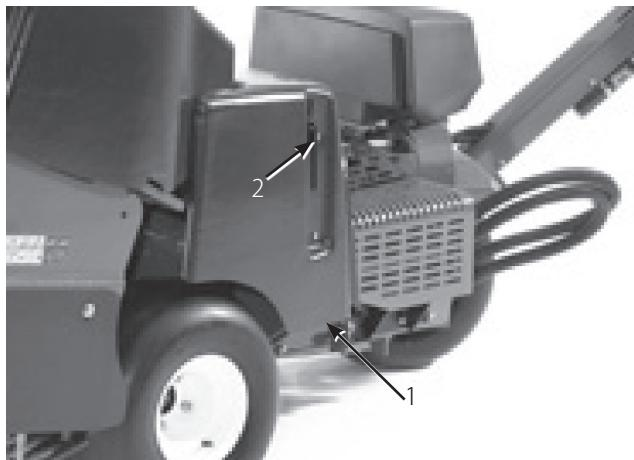

図 8
1. 1/4 x 1in キャップスクリュをベルト・カバーのラッチ・レバーに通し、1/4 ロックナットで固定する (図8 と 9)。